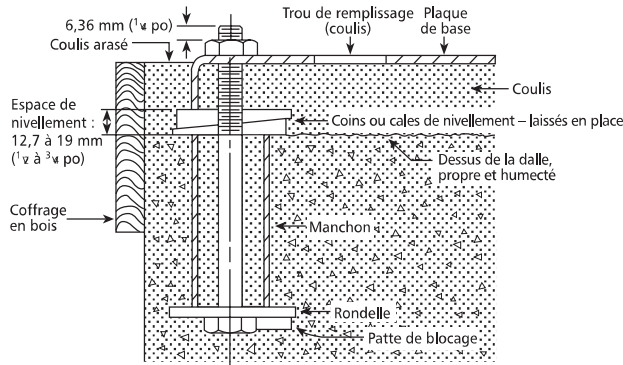

Figure 1
2.3.1. Il est recommandé de remplir de coulis le vide entre la plaque de base et la dalle reposant sur une semelle de fondations solide (v. figure 1).